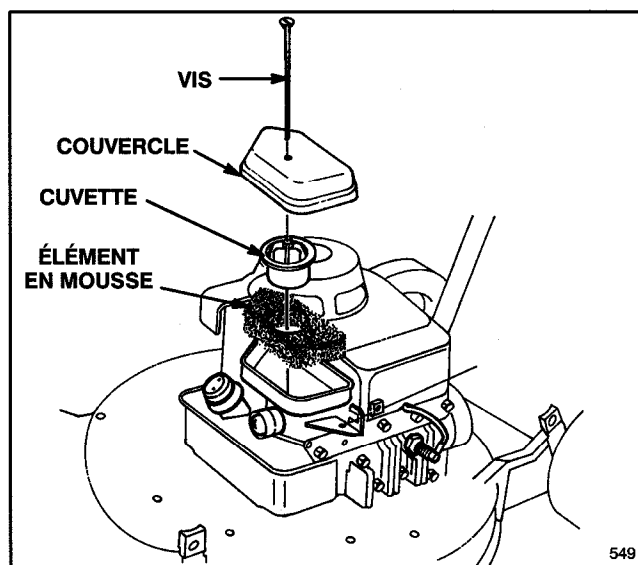

Figure 10
2. Retirer la vis du dessus du filtre à air. Soulever le couvercle et le nettoyer soigneusement (Fig. 10).
3. Retirer la cuvette de l'élément (Fig. 10).
4. Si l'élément en mousse est encrassé, le retirer du boîtier de filtre à air et le nettoyer soigneusement (Fig. 10).